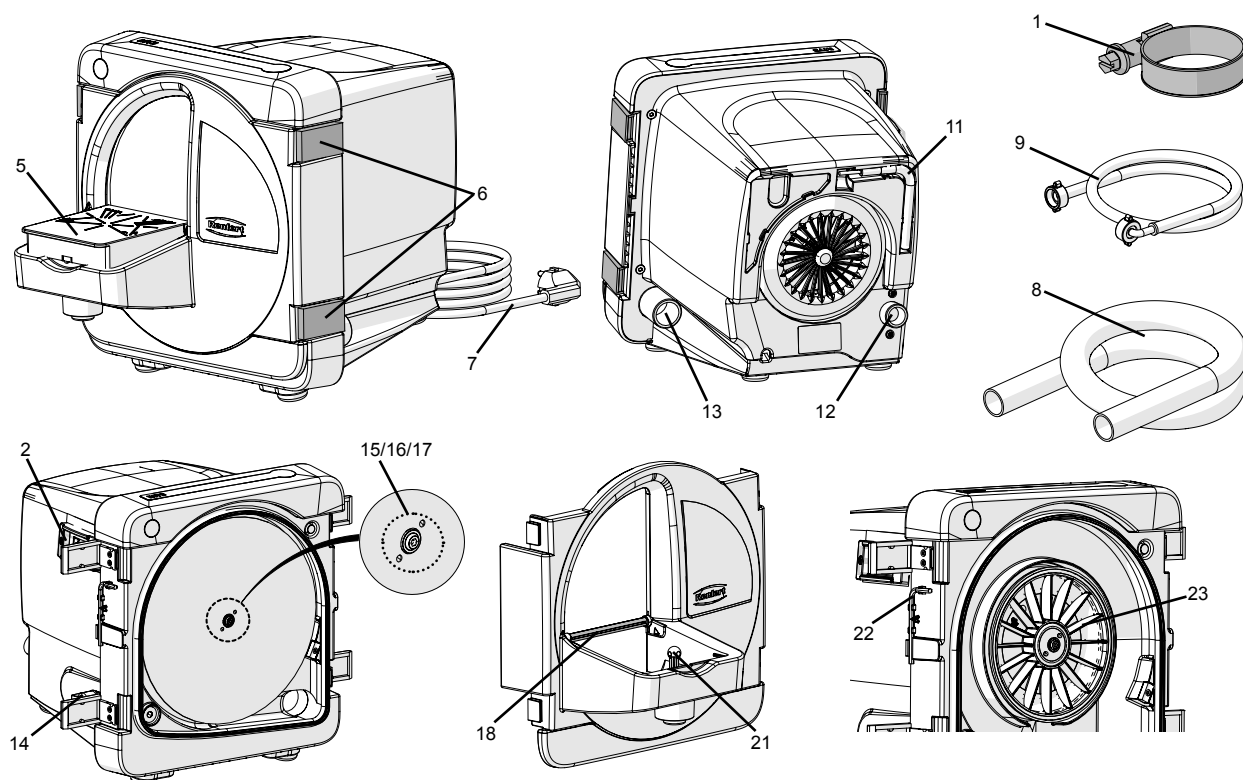

Fig. 1
- Ligar o plugue (7, Fig. 1, 2) à tomada.
O aparelho é ligado e desligado por meio do interruptor Lig / Desl (2, Fig. 1).